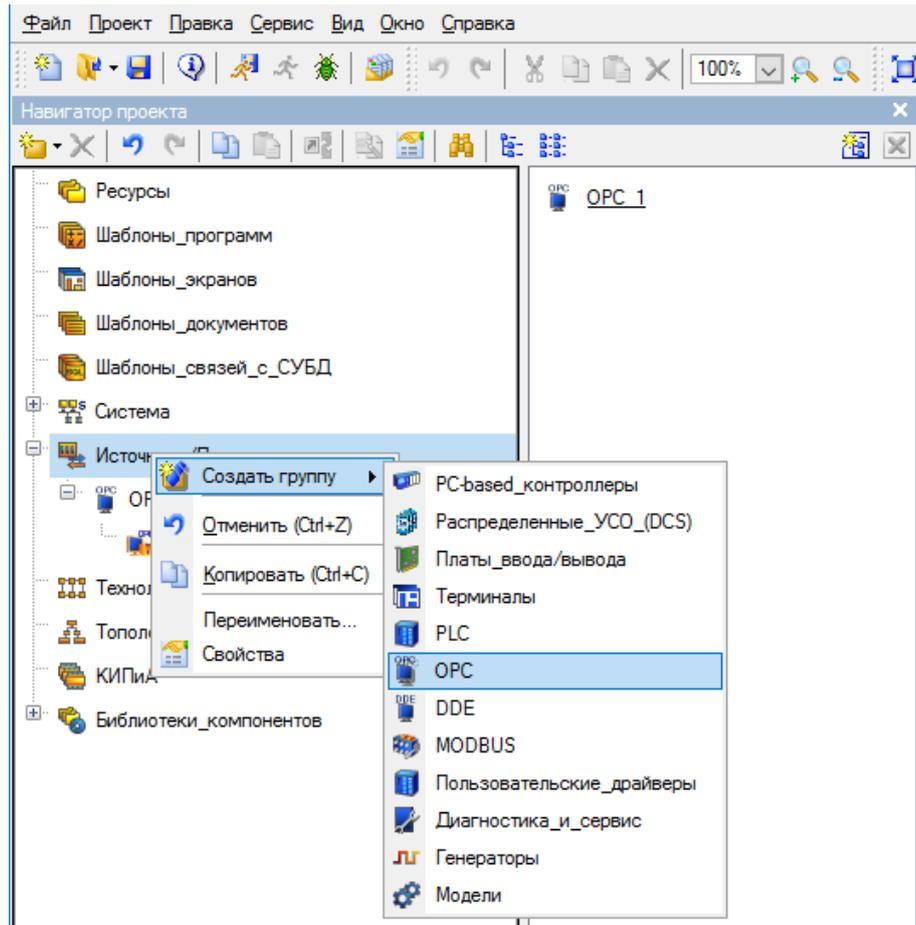

Рис. 68. Добавление OPC группы
3. *Добавьте OPC группу и OPC сервер в данной группе (рис. 68, 69).*